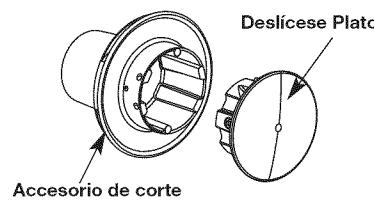

Fig. 22
- Mientras sujetela la varilla de traba, saque el accesorio de corte girándolo en sentido de las agujas del reloj hasta que salga del eje de salida (Fig. 22). Guarde el accesorio de corte para uso futuro.
- Reinstale la placa guía de la línea (Fig. 22) La placa guía es un elemento con espiga y ajusta de una sola forma. Si no entra en el cabezal de corte fácilmente, NO lo force. Gire la placa hasta que se encaje fácilmente en el cabezal de corte.